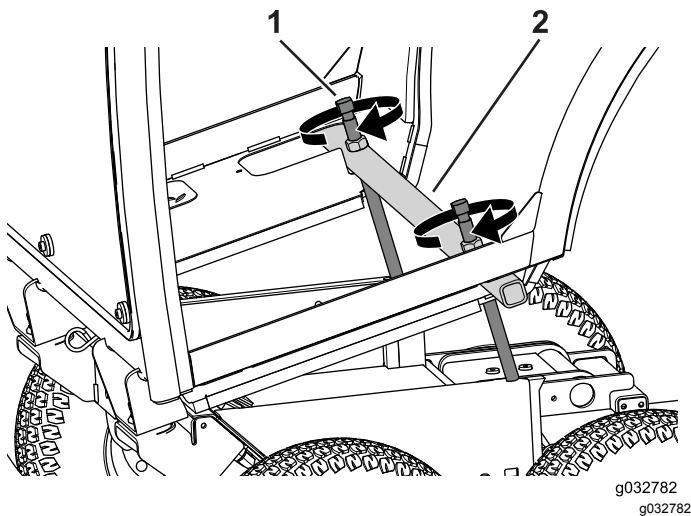

Figura 67
2. Posicione o conjunto da barra de elevação na estrutura da cabina (Figura 67).
3. Alterne entre rodar os parafusos de elevação algumas voltas de cada vez até a cabina articular para a frente (Figura 67).